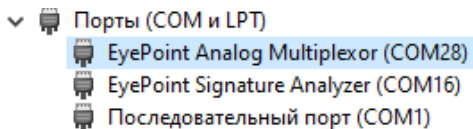

Рисунок 6. Отображение устройств после установки драйвера
11. После установки драйвера в разделе устройств «Порты (COM и LPT)» должно появиться устройство EyePoint Analog Multiplexor (рисунок 6).